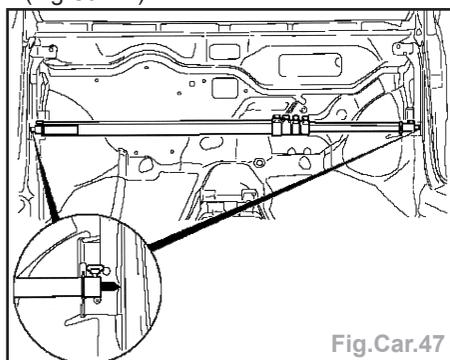

Fig.Car.47
- Mesurer le montant A intérieur : **1400 mm** (Fig.Car.47).